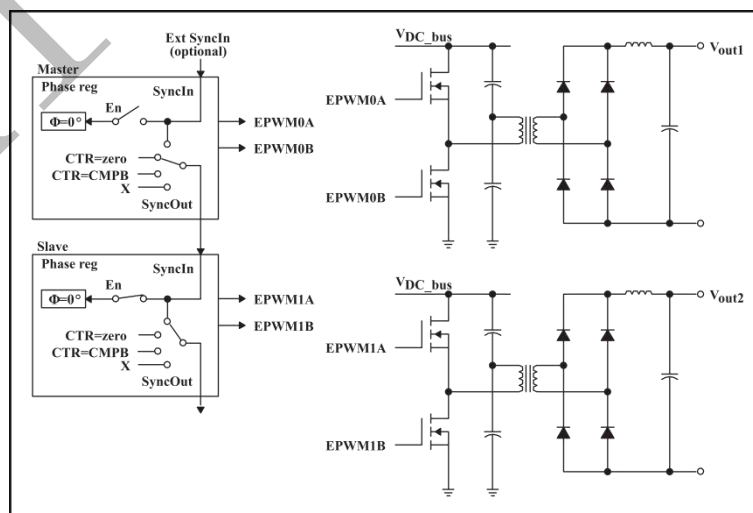
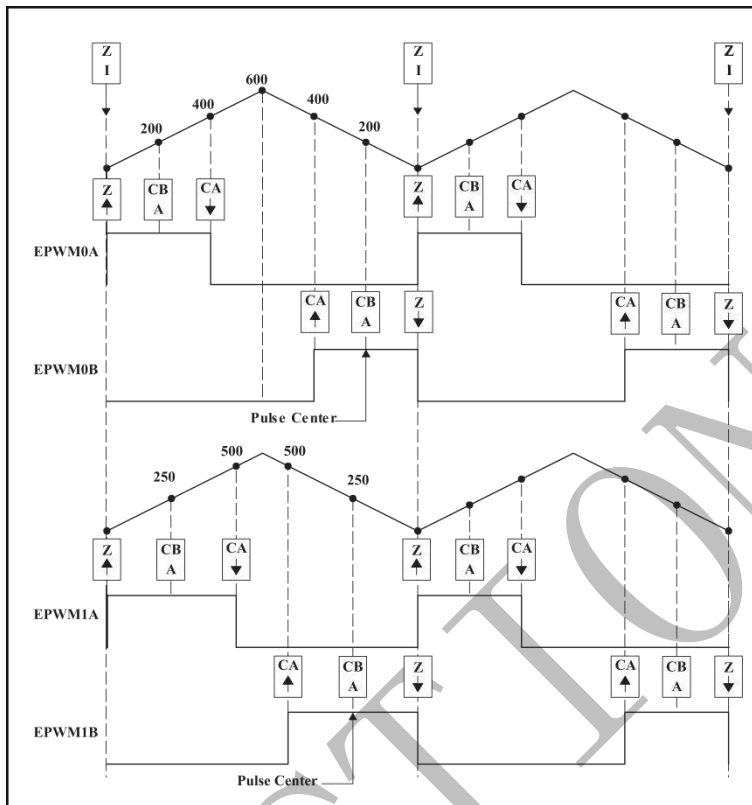

图 21-58 两个 Half-H 桥控制图
图 21-59 Half-H 桥波形图 (注: 此处  $F_{pwm2} = F_{pwm1}$ )
这些相同的 EPWM 模块也可以解决需要控制多个开关元件的拓扑。可以通过单个 EPWM 模块控制 Half-H 桥级。该控制可以扩展到多级。图 21-58 显示了对两个同步的 Half-H 桥级的控制，其中，级 2 可以在级 1 的整数倍 (N) 频率下工作。图 21-59 显示了由图 21-58 所示的配置生成的波形。